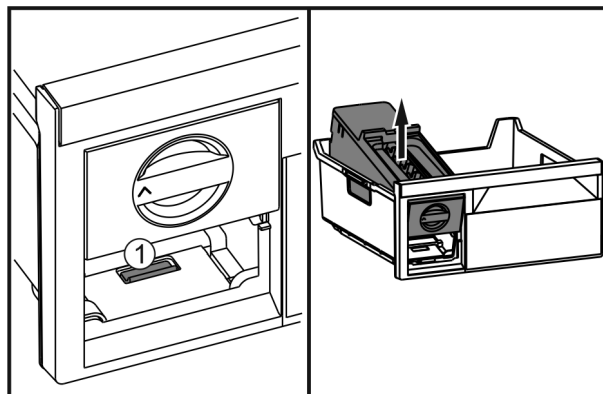

Fig. 56
- ▶ Pritisnite spono Fig. 56 (1), dvignite EasyTwist-Ice z zadnje strani in vzemite iz predala za zamrzovanje.